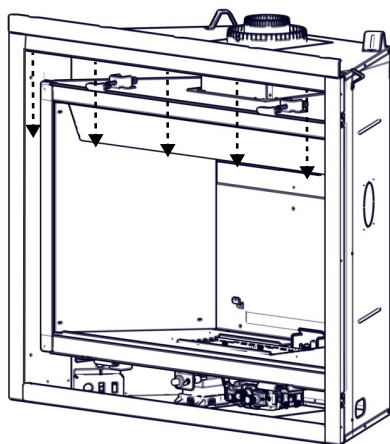

FIG. 1
- A. Retirez les 4 vis de fixation de la partie supérieure de l'appareil (FIG. 1).